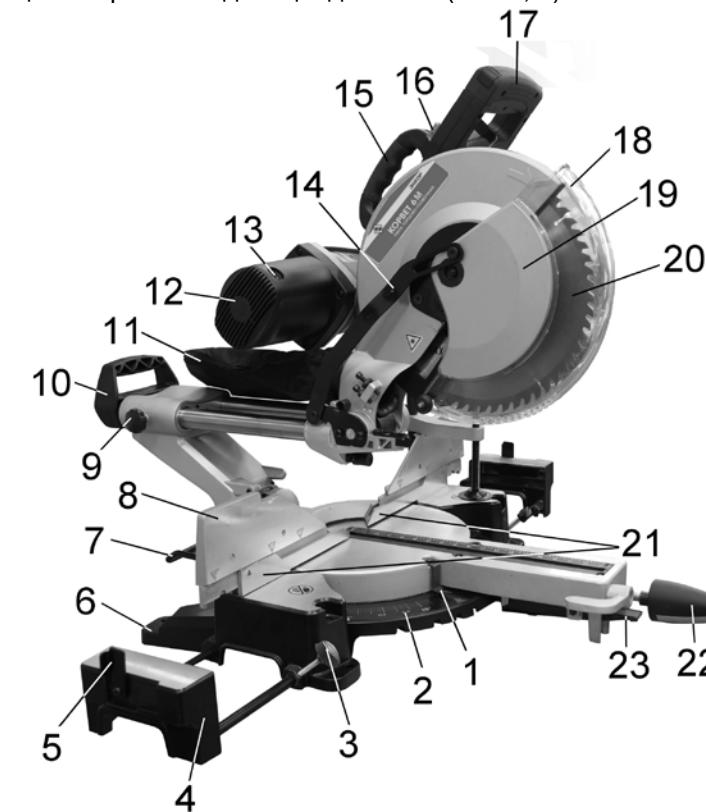
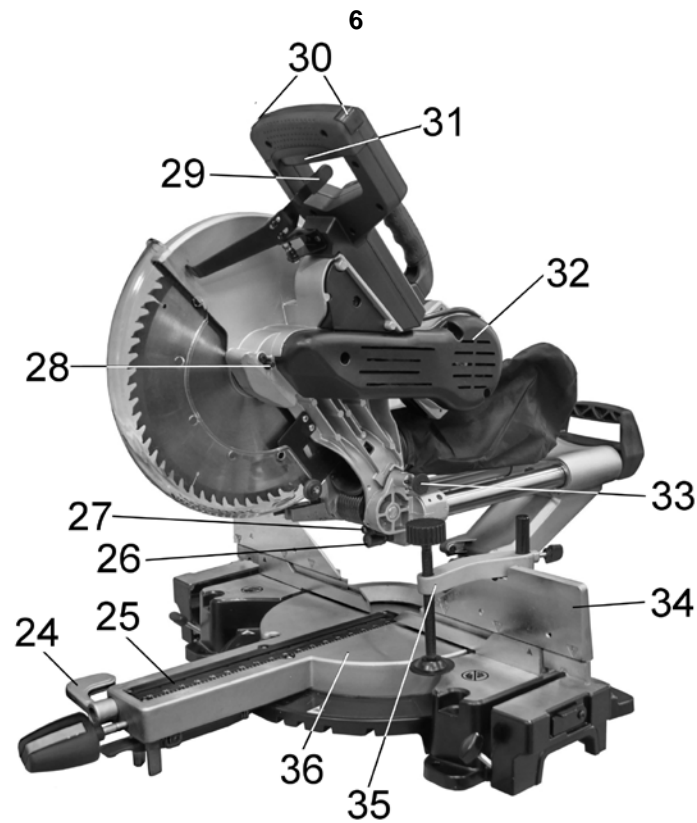
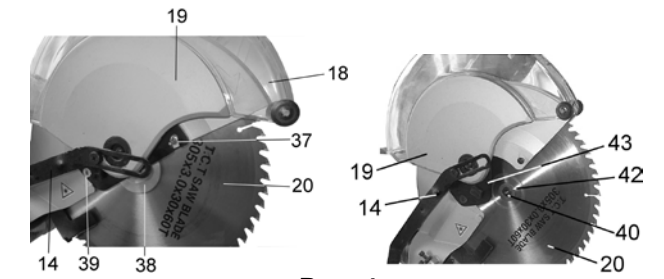
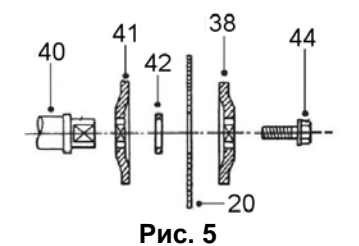

Рис.2
Рис. 3
Рис. 4
Рис. 5
3. Пильный диск плохо закреплён	3. Затянуть болт (44), Рис.4, после установки пильного диска
8.1. Сборка (Рис. 2; 3)
8.2. Приведение пилы в верхнее положение (Рис. 2; 3)
8.2.2. Удерживая пилу за рукоятку (17), переместите её в верхнее положение, как показано на Рис.2.
8.3. Транспортировка (Рис. 2)
8.4. Монтаж (Рис. 2; 3). Перед использованием пилу необходимо установить на ровной устойчивой поверхности верстака или рабочего стола. Для большей устойчивости через отверстия в основании (6) закрепите пилу к поверхности рабочего стола или верстака. Обязательно используйте при креплении плоскую и пружинную шайбы на каждый болт (не комплектуется).
8.5. Установка поворотного стола в положение 0° (Рис. 2; 3)
8.6. Замена пильного диска. Пила оснащена пильным диском (20) (Ø305мм x 30мм), Рис.2.
Для снятия пильного диска (20) переведите защитный кожух (19) в верхнее положение, выкрутите винт (37) и ослабьте винт (39), Рис.4. Переведите защитный кожух (19) и пластину (43) в верхнее положение так, чтобы открыть полный доступ к пильному диску (20), Рис.4. Нажмите и удерживайте кнопку (28), Рис.2, проворачивая пильный диск (20) до щелчка и зафиксируйте его кнопкой (28). Выкрутите болт (44), Рис. 5, по часовой стрелке. Снимите наружный фланец (38) и пильный диск (20), Рис.5.
Установите пильный диск (20) в соответствии с последовательностью, указанной на Рис.5 так, чтобы зубья пильного диска (20) были направлены вниз в передней части пилы, Рис.2. На шпindel (40) установите внутренний фланец (41), переходное кольцо (42) и пильный диск (20) с соответствующим посадочным диаметром. Установите наружный фланец (38). Закрутите болт (44), Рис.5, вращением против часовой стрелки, удерживая кнопку (28) фиксации пильного диска (20) в нажатом положении, Рис.3. Установите и закрепите защитный кожух (19).
10.1. Регулировка угла 90° (Рис. 5, 8-9)